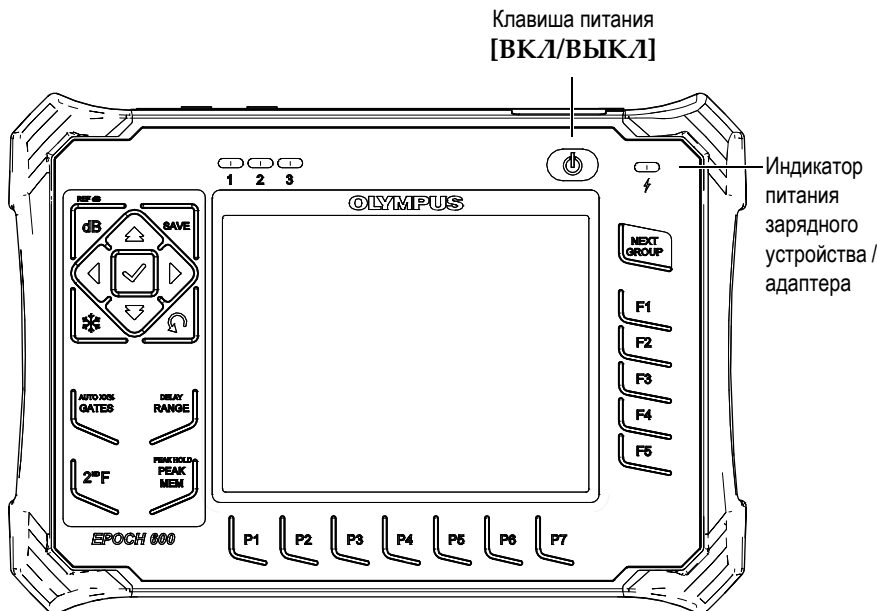

Рис. 4-1 Клавиша питания и индикатор питания ЕРОСН 600
На Рис. 4-1 на стр. 74 показано местоположение клавиши питания и индикатора питания зарядного устройства/адаптера переменного тока.
4. Включите ЕРОСН 600, нажав клавишу питания на передней панели (см Рис. 4-1 на стр. 74).
- На передней панели загорится индикатор питания (см. Рис. 4-1 на стр. 74).